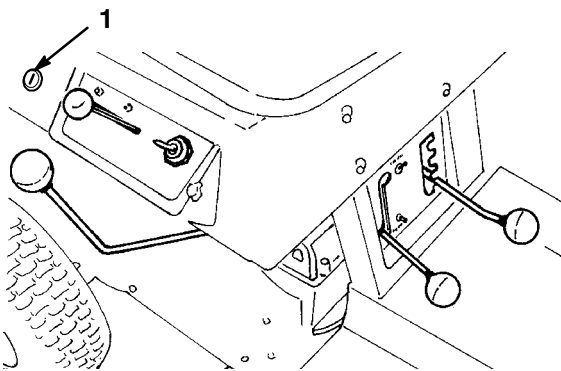

Figure 9
S'il est nécessaire d'utiliser la commande des lames (PdF) en marche arrière, vous pouvez désactiver ce dispositif de sécurité à l'aide du commutateur KeyChoice situé près du support du siège (Fig. 9).
2. Introduisez la clé dans le commutateur KeyChoice (Fig. 9).